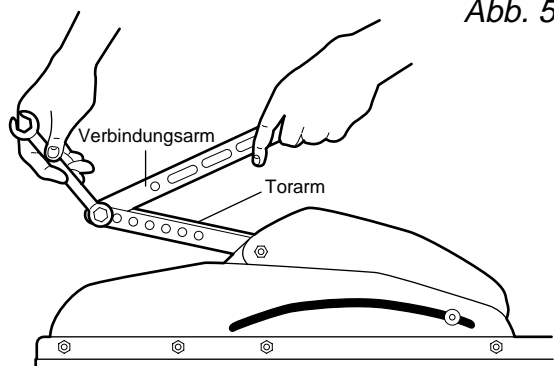

Abb. 5
- Verbindungsarm vom Torarm, wie in Abb. 5 gezeigt, durch Entfernen des Befestigungsbolzens trennen.